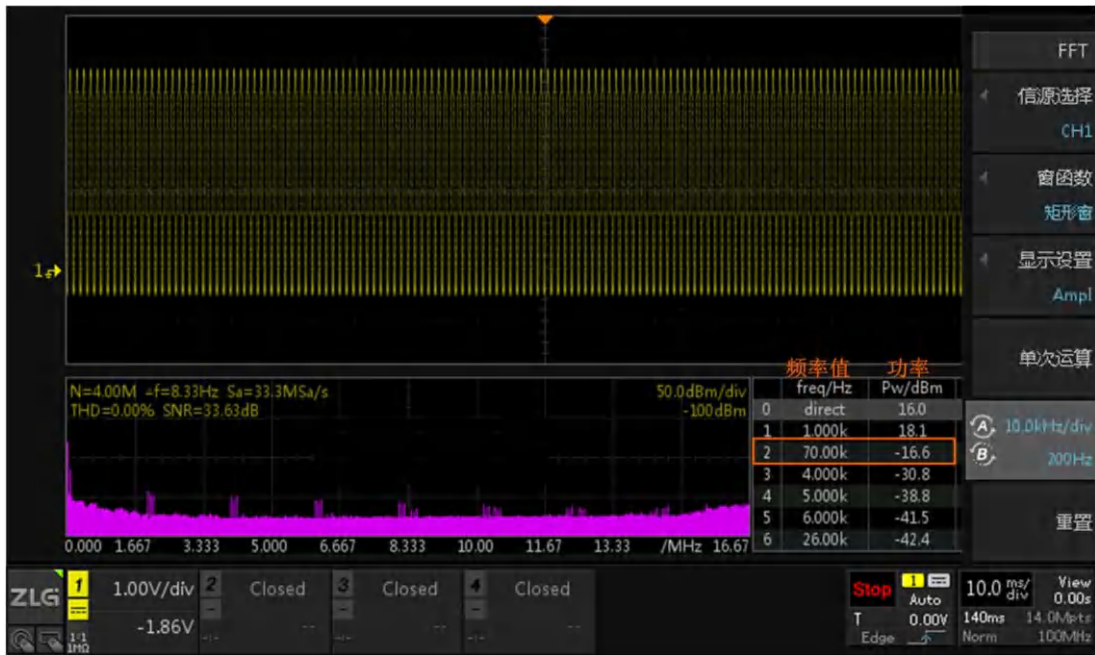

图 18.9 FFT 分析结果
- 3、点击【Menu】，选择【FFT】进入 FFT 分析界面，配置【通道源】、【窗函数】、【显示设置】后，在停止状态【Stop】下进行计算，结果如下图 18.9 所示；从图中可以看到除了直流分量和第一次谐波，分析出频率为 70KHz 的干扰谐波，可从表中分析出波形中所掺杂的谐波信号和其对应的 dBm 值等信息，方便对信号进行异常分析和异常滤除。